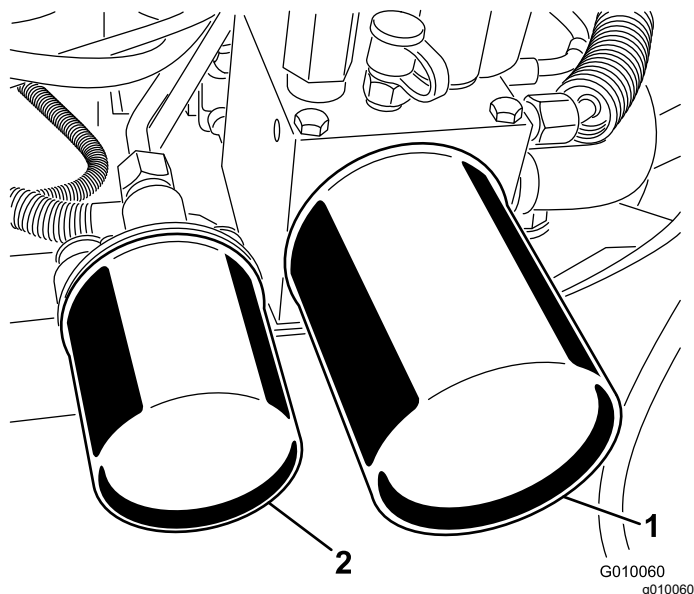

図 63
2. フィルタの下に容器を置き、フィルタを外し、フィルタアダプタのガスケット部をきれいに拭く 図 63。